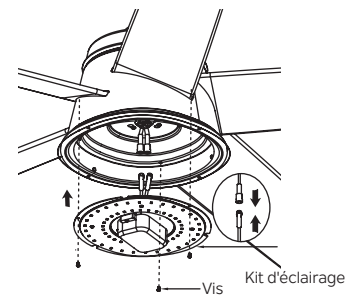

Fig. 21
Étape 1. Connectez les 2 connecteurs à une broche du kit d'éclairage aux 2 connecteurs à une broche de l'ensemble moteur. Alignez trois trous ronds sur le kit d'éclairage avec les trous sur le boîtier de l'interrupteur, serrez fermement avec trois (3) vis trouvées dans le pack de matériel du kit d'éclairage. (Fig. 21)